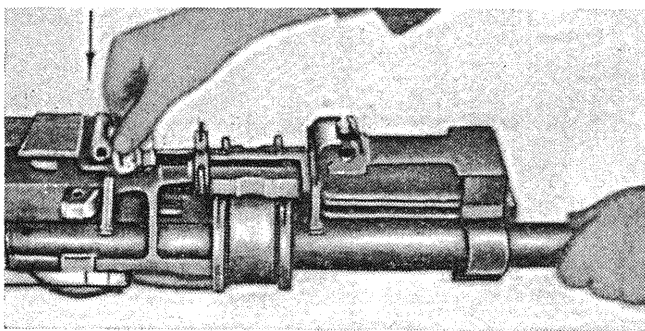

Рис. 84
14. Вставить затвор в окно коробки, опуская его вниз до тех пор, пока боевые выступы ударника не заскочат за электрошептало и автошептало (рис. 84).